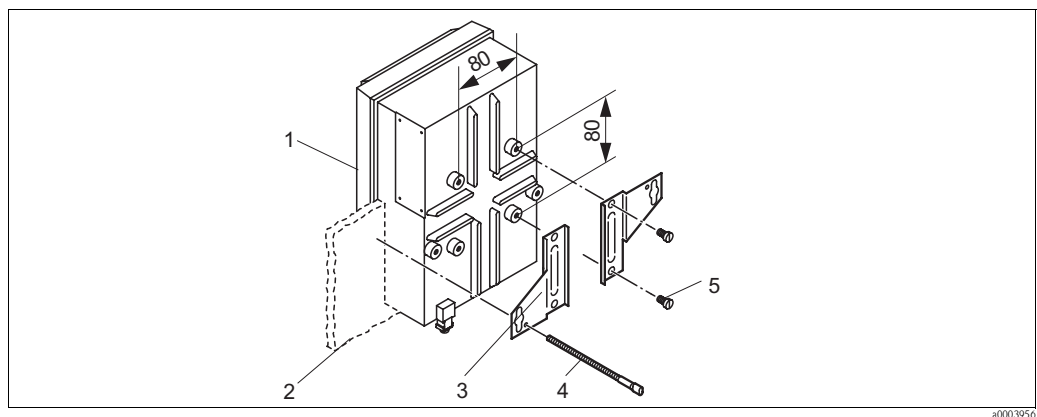

Abb. 12: Schalttafeleinbau
3. Befestigen Sie die Halterungsplatten (Pos. 3) mittels der Befestigungsschrauben (Pos. 5) gemäß Abb. 12 auf dem Gehäuseunterteil des Messumformers.